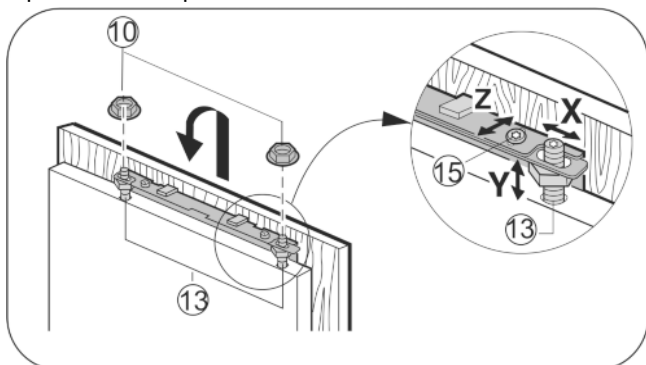

Fig. 26
- ▶ Навесьте крепежную поперечину Fig. 26 (11) с монтажными вспомогательными элементами Fig. 26 (12) на внутреннюю сторону мебельной дверцы.
- ▶ Выровняйте крепежную поперечину Fig. 26 (11) в центре двери.
- ▶ Прикрутите крепежную поперечину Fig. 26 (11) по меньшей мере 6 винтами Fig. 26 (19).
- ▶ Прикрутите крепежную поперечину Fig. 26 (11) 4 винтами Fig. 26 (19) по краю.
- ▶ Вытяните вверх монтажные приспособления Fig. 26 (12) и, развернув, вставьте их в расположенные рядом приемные отверстия.